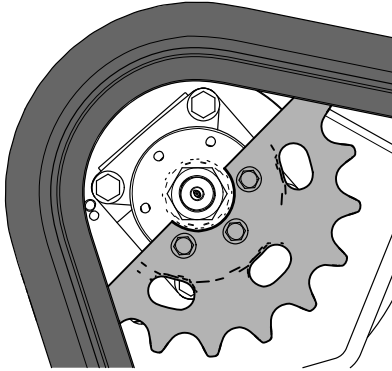

Bild 63
11. Schieben Sie den Fahrantriebshebel nach vorne, bis die andere Hälfte des Antriebsritzels nicht mehr in die Kette eingreift (**Bild 63**).